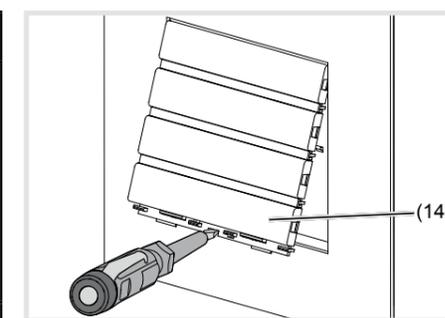

Figura 12: smontaggio mascherina modulo tasti di chiamata
(13) Strisce di copertura
- Sollevare leggermente con il cacciavite la parte superiore del modulo dei tasti di chiamata nell'apertura a sollevamento inferiore e spingerla in avanti (figura 12).